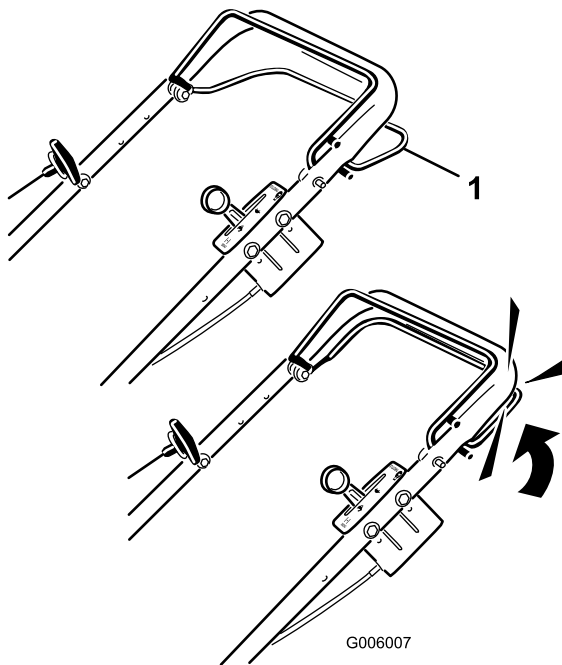

Bild 26
1. Der Selbstantrieb wird eingekuppelt, wenn Sie den Selbstantriebsbügel (Bild 26) gegen den Griff halten.